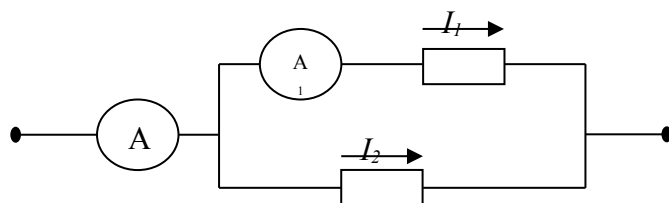

Рисунок 7
59. В цепь постоянного тока (рисунок 7) включены приборы: A – амперметр